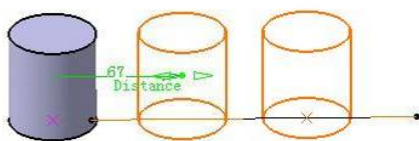

图 3-112
- 不管哪一种方式, 只要准确输入必要的条件就能得到预期的结果, 如图 3-112 所示。